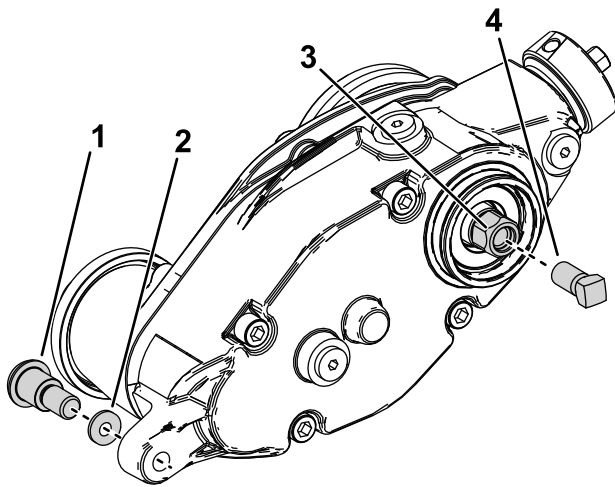

Figure 29
3. Retirez le boulon à épaulement et la rondelle en acier trempé qui retiennent le boîtier d'entraînement du groomer sur le bras de réglage (Figure 29).
5. Vissez la vis de renfort (réf. 1-803022, vendue séparément) sur le filetage interne de la tête hexagonale de l'entraînement du groomer et serrez-la à 13,5 Nm, comme montré à la Figure 29.
6. Déposez le boîtier d'entraînement du groomer du cylindre de coupe en tournant la tête hexagonale (Figure 29).